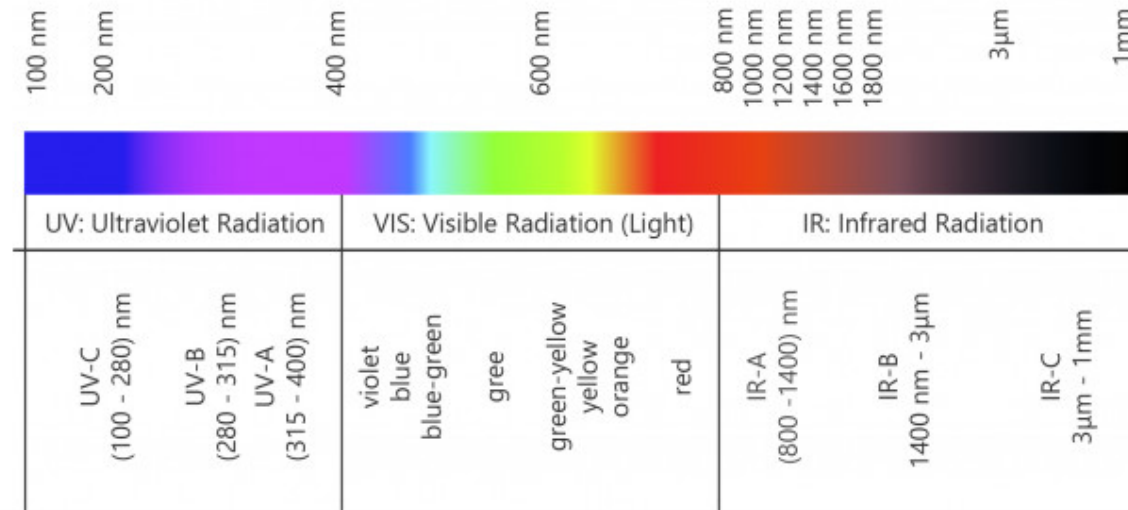

Abb. 1: Der Wellenlängenbereich elektromagnetischer Strahlung
Gemäß DIN 5031 beschreibt der Begriff „*optische Strahlung*“ elektromagnetische Strahlung im Wellenlängenbereich von 100 nm bis zu 1 mm (vgl. Abb. 1). Die Begriffe „Licht“ und „sichtbare Strahlung“ (VIS) beziehen sich auf den Wellenlängenbereich zwischen 360 nm und 830 nm. Diesen Bereich kann das menschliche Auge wahrnehmen. Optische Strahlung mit kürzeren Wellenlängen als 400 nm wird auch als ultraviolette Strahlung (UV) bezeichnet und ist weiter unterteilt in UV-A, UV-B und UV-C. Ähnlich deckt infrarote (IR) Strahlung den Wellenlängenbereich oberhalb von 800 nm ab und ist unterteilt in IR-A, IR-B und IR-C (DIN 5031, Teil 7). **Geräte zur Messung optischer Strahlung spektral aufgelöst heißen Spektrometer. Sind diese radiometrisch kalibriert spricht man von Spektralradiometern.**
Abb. 1: Emissionsspektren von natürlichem Sonnenlicht und dem Himmel, von künstlichem Licht einer Glühlampe bei verschiedenen Temperaturen, von einer Quecksilberdampf Lampe sowie von einer Halogenmetallampfleuchte